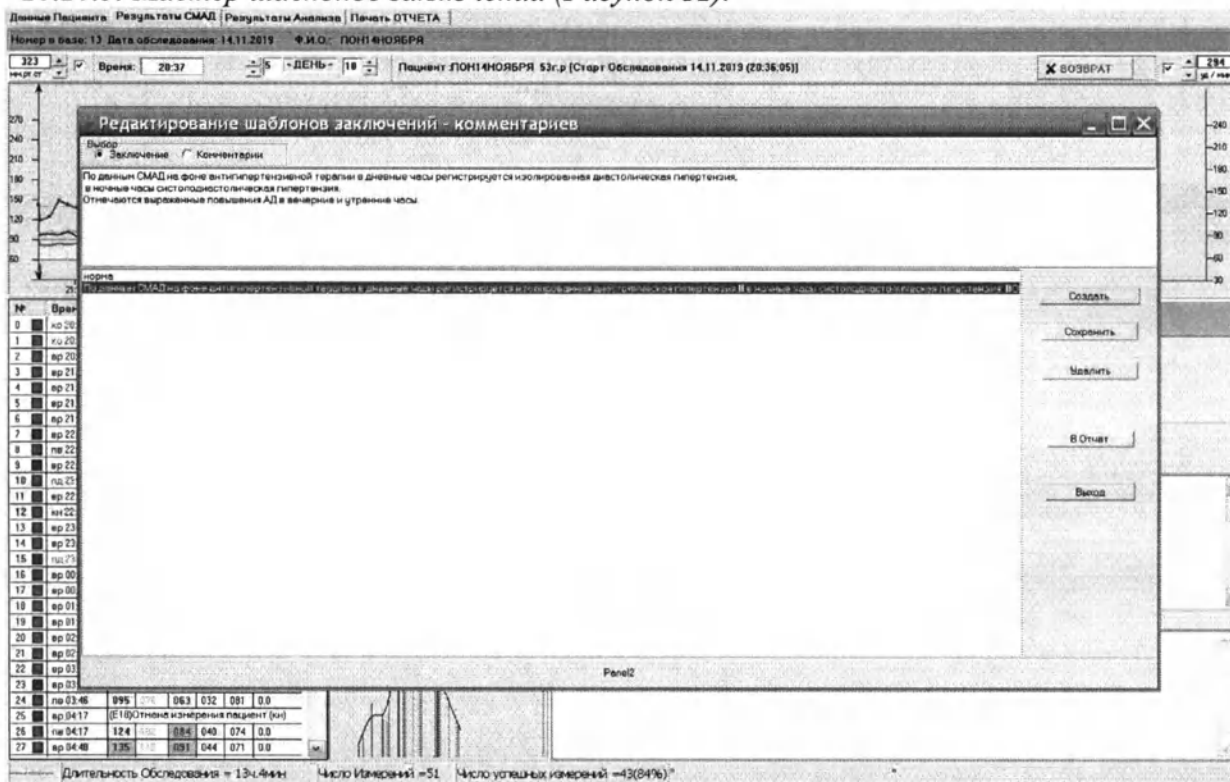

Рисунок 12 – Окно редактирования шаблонов заключений
На верхней панели пользователь может менять начало дня и ночи (блок 4, Рисунок 12). Будет произведен новый анализ и отображение результатов обработки. В верхней части находится панель трендов АД и ЧСС. При перемещении навигатора вверх-вниз слева вверх показывается текущее давление, которое соответствует положению горизонтальной линии навигатора, справа вверх значение ЧСС. При перемещении вертикальной линии можно выбрать нужное измерение. При совпадении линий измерения и линии навигатора курсор меняет форму. Нажатие левой клавиши мыши переводит указатель измерения (блок 9, Рисунок 12) в этом окне и указатель в списке измерений на данный замер.
При изменении статуса измерения данное измерение в списке выделяется желтым цветом (в первой колонке). Включить выделенное измерение в анализ и в отчет или исключить можно установкой или снятием галочки на панели (блок 17, Рисунок 12).
Если были изменения, то на панели (блок 17, Рисунок 12) высвечивается кнопка желтого цвета [отмена изменения]. Нажатие на эту кнопку отменяет изменения и возвращает показатели измерения к исходным (анализ ПК).
– Исходный сигнал осцилляции давления в манжете (блок 25, Рисунок 12).
– Результат математической обработки амплитуд осцилляций (колокол) (блок 20, Рисунок 12).
На панели (блок 26, Рисунок 12) показаны результаты обработки измерений обследования. Для суточных минимальных и максимальных значений клик левой клавишей на стрелке -> показывает это измерение. Данные результаты могут быть включены в распечатку отчета.
Панель (блок 29, Рисунок 12): редактор заключения. Пользователь может набирать и редактировать заключения и вставлять из шаблонов. Вызов мастера шаблонов кнопка (блок 28, Рисунок 12) [шаблоны].
Кнопка (блок 27, Рисунок 12) [Очистить заключение] удаляет ранее набранное заключение.
10.10.5. Мастер шаблонов заключений (Рисунок 12).